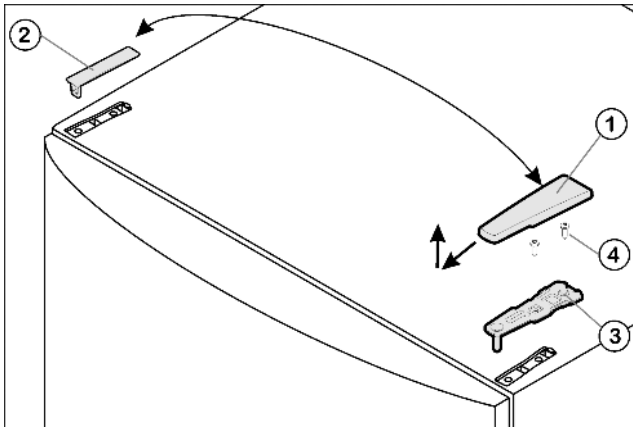

Fig. 5
- ▶ Enlever le cache Fig. 5 (1) vers l'avant et vers le haut.
- ▶ Retirer le cache Fig. 5 (2).
- ▶ Dévisser le support d'appui supérieur Fig. 5 (3) (2 Torx® 25) Fig. 5 (4) et retirer vers le haut.
- ▶ Placer le support d'appui supérieur *Fig. 5 (3)* sur le nouveau côté charnière de porte.
- ▶ Visser le support d'appui supérieur à fond (avec **4 Nm**) (2 Torx® 25) *Fig. 5 (4)*. Pointer les trous de vissage ou utiliser une visseuse sans fil.
- ▶ Faire encliqueter le cache *Fig. 5 (1)* et le cache *Fig. 5 (2)* du côté opposé.